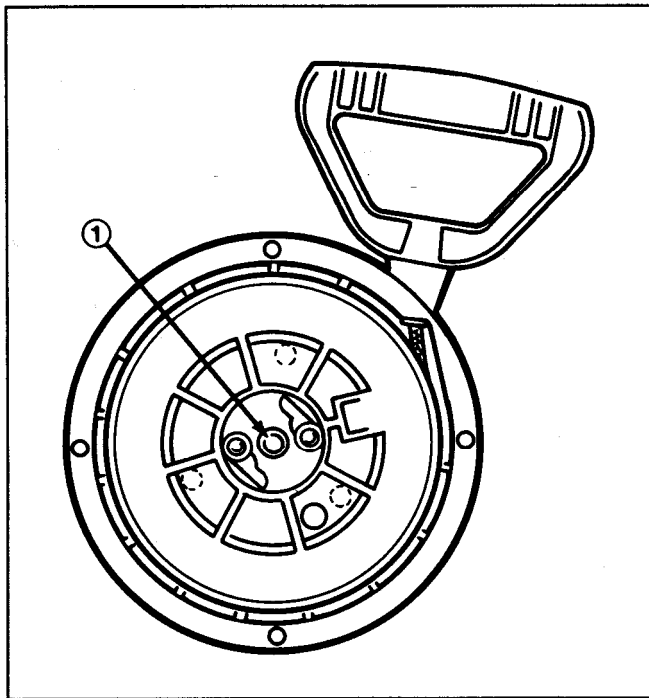

Abbildung 3
- b. Unter Verwendung des Zentrierlochs in der Riemenscheibe als Führung (Abb. 3) ein Loch mit einem Durchmesser von 6,35 mm (1/4") durch das Gehäuse bohren.